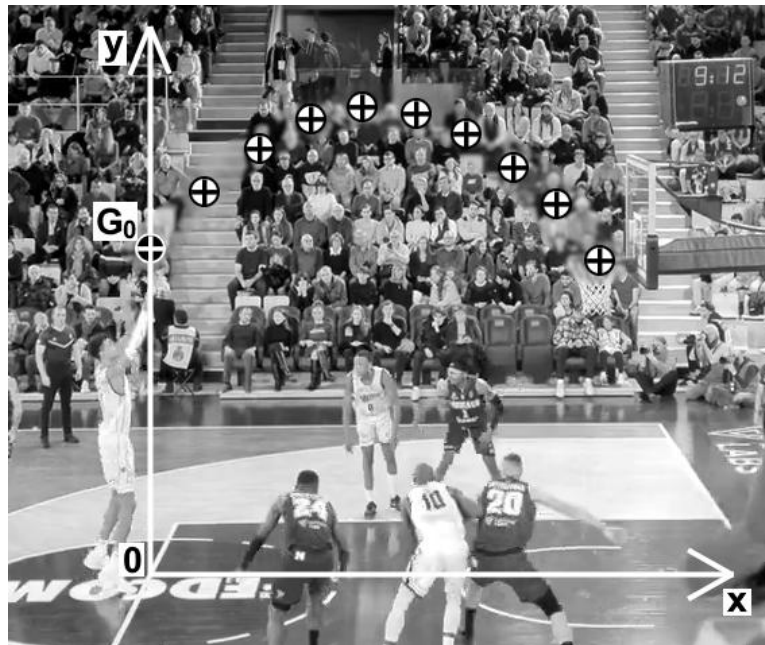
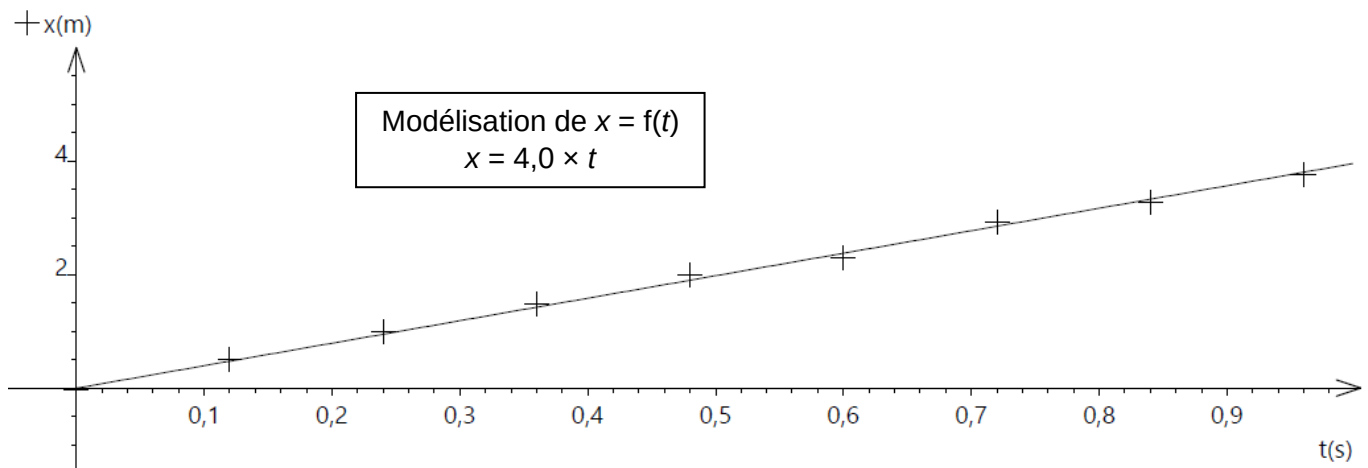

Figure 1 – Chronophotographie du lancer franc
Figure 2 – Évolution de la coordonnée x du ballon en fonction du temps t
Victor Wembanyama, célèbre joueur français de basket, évoluait au Metropolitans 92 lors du championnat 2022-2023 lorsqu'il a effectué ce lancer franc au cours d'un match contre Monaco (voir figure 1).
La trajectoire du centre du ballon est étudiée dans le plan vertical perpendiculaire au sol passant par la main du basketballer au moment où il lâche le ballon et par le centre du panier. On utilise le repère (xOy) indiqué sur la figure 1.
À partir de la vidéo du lancer franc, le pointage des positions du centre d'inertie G du ballon permet d'obtenir la chronophotographie de la figure 1. Les données sont traitées par un logiciel pour obtenir les courbes des figures 2 et 3.
- Q.2.** Déterminer, à l'aide de la figure 2, la valeur de la coordonnée v_x du vecteur vitesse $\vec{v}$.